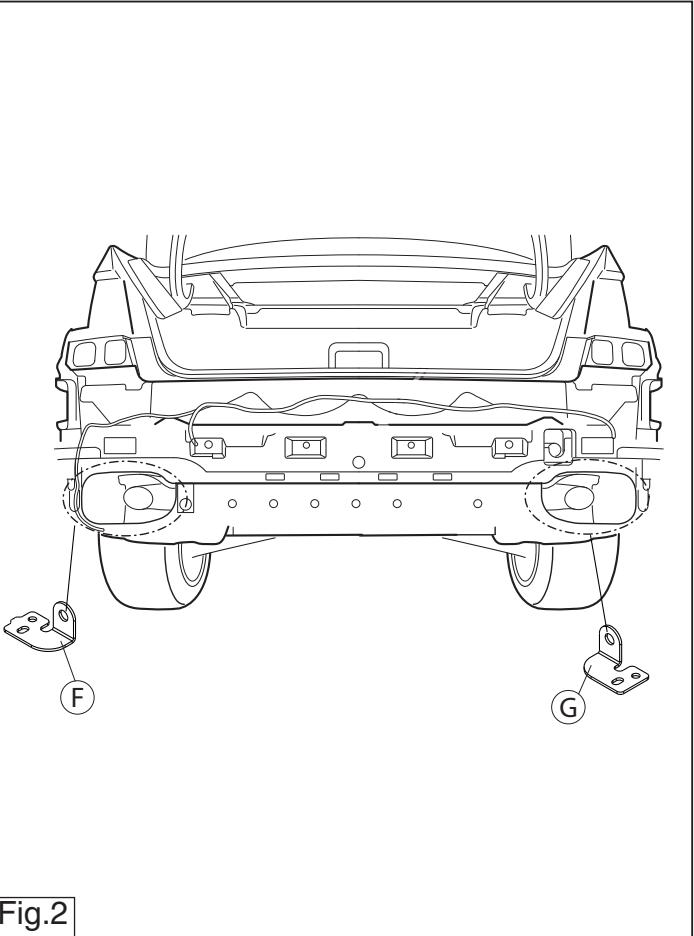

Fig.2
- Внимание:** у тех моделей, у которых были сняты кронштейны выхлопной трубы, поставить их снова на место, используя полосу F и G в точках Е. См. рисунок 2.